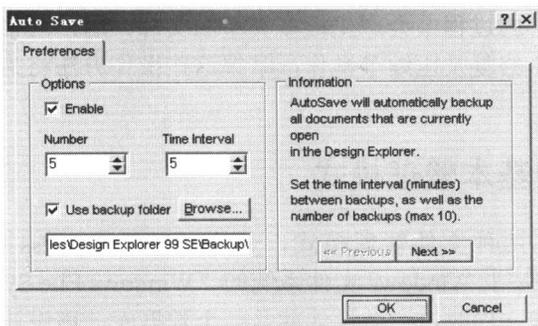

图1-4 文件自动保存及备份设置对话框
3. 系统弹出文件自动保存及备份设置对话框，如图 1-4 所示。